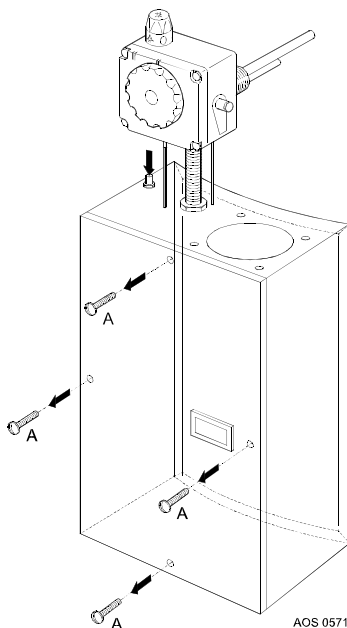

Figure 8 - Démontage chambre de combustion et couvercle
3. Otez les vis Parer (A) se trouvant sur le côté du portillon protecteur de la chambre de combustion (cf. fig.8)
6. Enlevez maintenant les 4 vis (B) de la chambre de combustion et tirez-la un peu en avant (cf. fig. 8) Prenez soin que le joint ne s'abîme pas et qu'il reste bien en place.